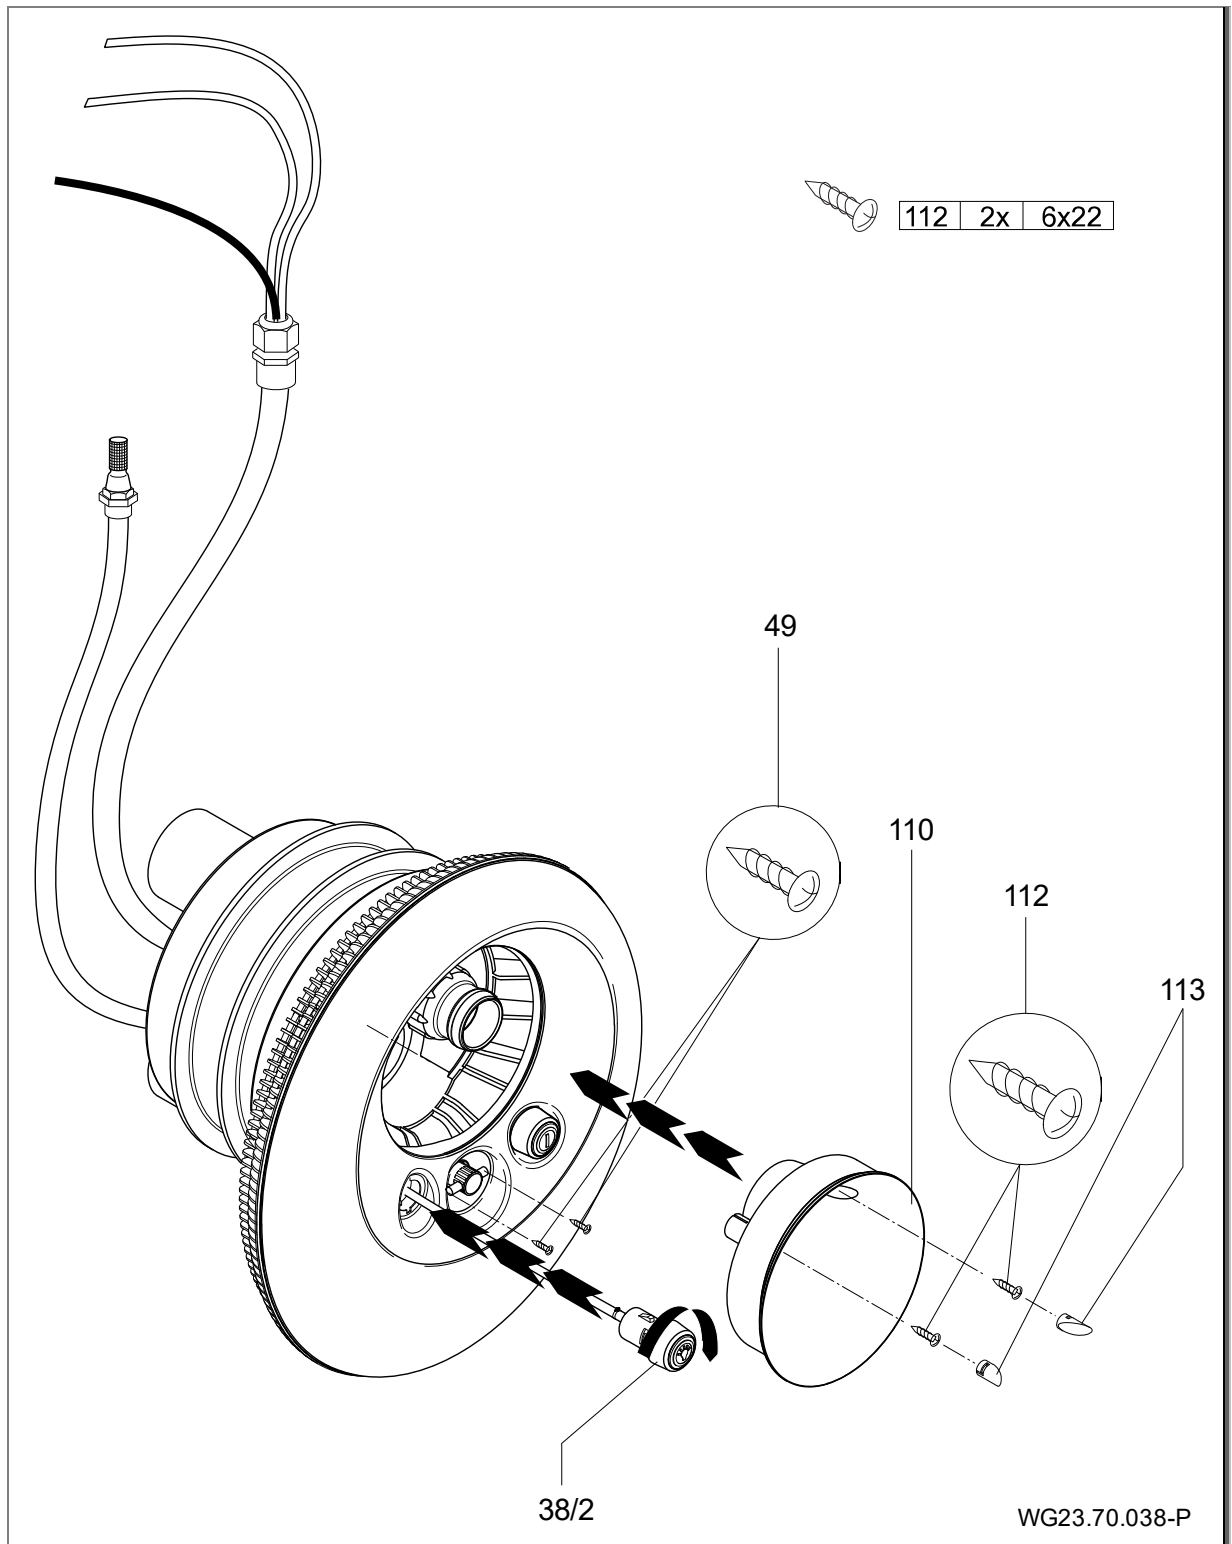

Fig. 20
8. Sett edelståldekselet (93) på innsugningshuset (107) og fest den med begge skruer (49) på dysehuset. Sett begge pneumatikktastene gjennom dekslene inn i dysehuset og lås fast ved å dreie med klokka. (Fig. 20)
9. Gjennom å feste lysdekselet (110) blir edelståldekselet (93) festet i tillegg. Sett lysdekselet (110) over kuledysen (54) inn i dysehuset (102.1) og fest det med begge skruer (112). (Fig. 20)